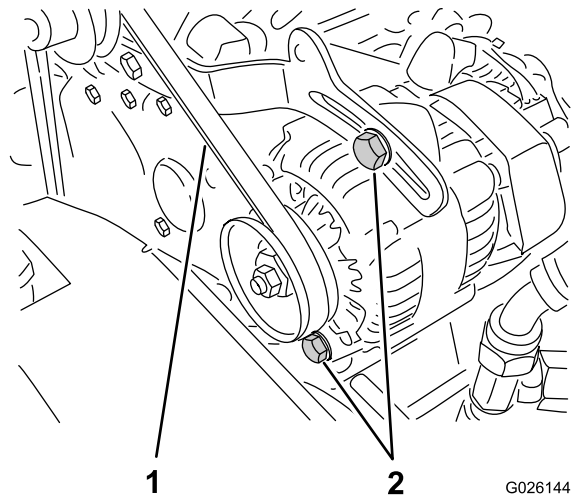

Bild 60
2. Prüfen Sie die Spannung, indem Sie eine Kraft von 10 kg in der Mitte zwischen der Lichtmaschine und den Kurbelwellenscheiben ansetzen (Bild 60).
- A. Lockern Sie die zwei Befestigungsschrauben der Lichtmaschine (Bild 60).
Riemenspannung erzielt ist. Ziehen Sie die Befestigungsschrauben dann fest (Bild 60).